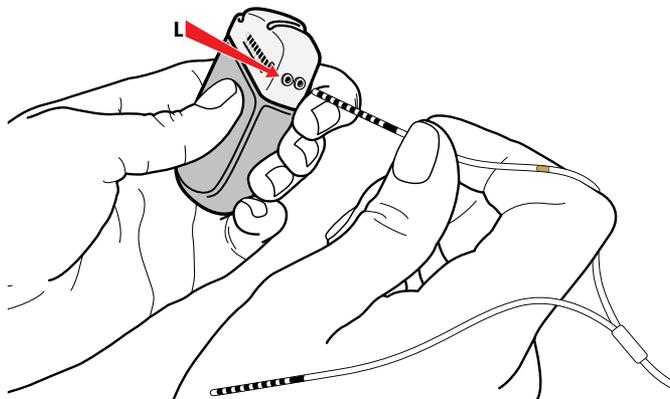

Figure 35. Connexion au port L du GII
- a. Connecter l'extrémité de l'extension de l'hémisphère gauche avec la bande de marquage doré au port L (ou C) (Figure 35).